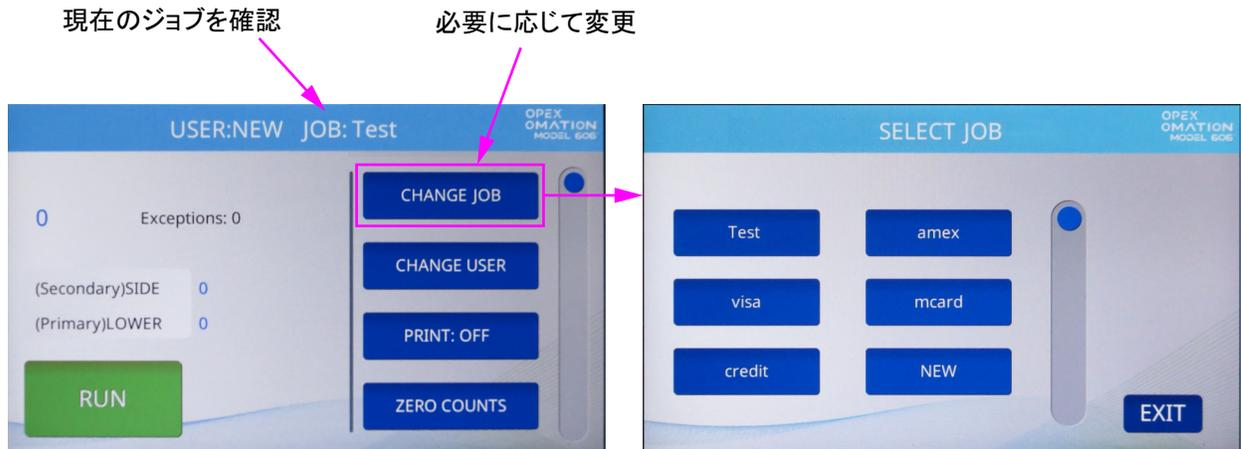

図 5-8 : 現在のジョブを確認する
1. メイン画面から、現在選択されているジョブを確認します（図 5-8）。